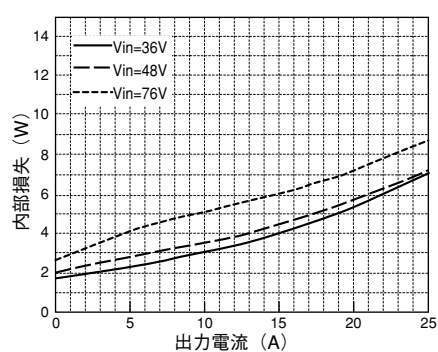

図1-4 PAQ100S48-1R2/B 内部損失 対 出力電流
- 入力電圧および出力電圧の条件が異なり、図1-4～図1-8より内部損失(Pd)を決定できない場合、下記のように内部損失(Pd)を求めてください。